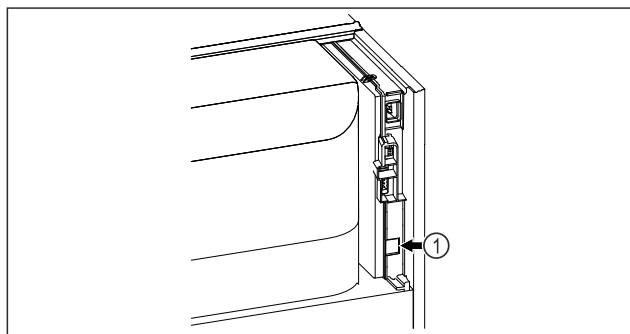

Fig. 139
- ☐ Vstavljen je SmartModule Fig. 139 (1).